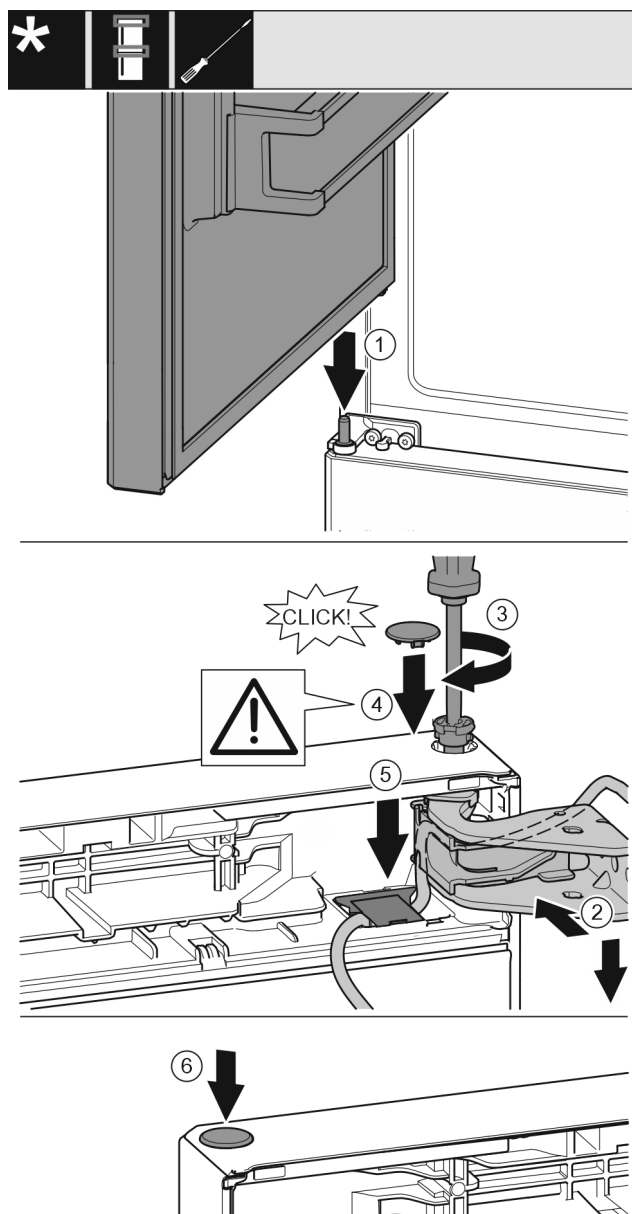

Fig. 44
- Horní dveře usadíte na prostředním ložiskovém čepu Fig. 44 (1).
- Dveře nahoře vyrovnejte s otvorem ve stojanu ložiska. Fig. 44 (2)
- Vložte čep Fig. 44 (3) a pevně jej utáhněte šroubovákem.
- K zajištění dveří namontujte bezpečnostní kryt Fig. 44 (4): Bezpečnostní kryt nasadíte a zkontrolujete, zda přiléhá na dveře. V opačném případě čep zcela zasuňte.
- Vložte kryt Fig. 44 (5) a zatlačte jej směrem dolů, dokud nezacvakne.
- Vložte zátku Fig. 44 (6).